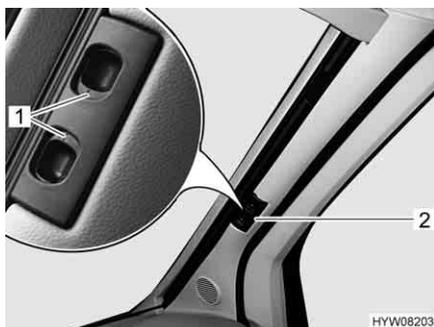

Fig. 76 Tendina oscurante pieghevole per il parabrezza
- Premere le maniglie di sbloccaggio (Fig. 76,1) e mantenerle premute.
- Tirare la tendina oscurante pieghevole del parabrezza per la maniglia (Fig. 76,2) verso il centro della finestra.
- Spingere verso l'esterno le due metà della tendina oscurante pieghevole del parabrezza per la maniglia (Fig. 76,2) fino all'arresto. Durante questa operazione sollevare la maniglia all'altezza della rientranza di bloccaggio.
- Rilasciare le maniglie di sbloccaggio (Fig. 76,1) e mantenerle innestate.